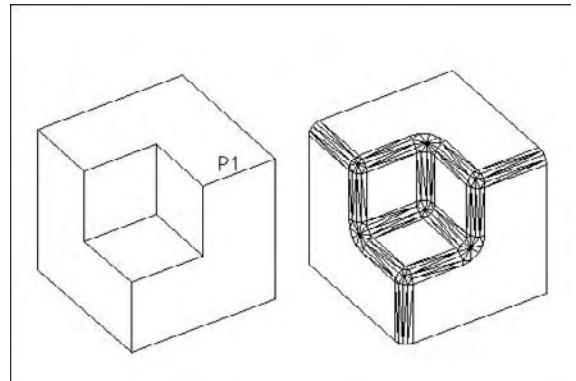

Fig.7.25
- 1 Exécutez la commande de définition d'un raccord à l'aide de l'une des méthodes suivantes (fig.7.25) :